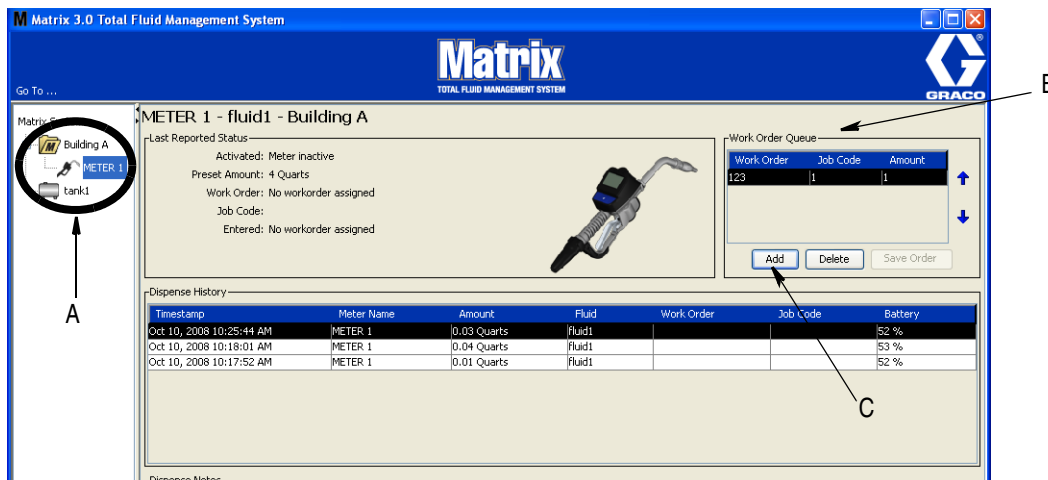

FIG. 186
1. En el área Grupos definidos por el administrador del sistema de la pantalla principal de Matrix (A), seleccione el medidor al que está enviando la solicitud de trabajo (FIG. 186).
2. En la sección Cola de solicitudes de trabajo (B) de la pantalla, haga clic en el botón Agregar (C) (FIG. 186). Hay disponible una lista de solicitudes de trabajo para esas pantallas de medidor.